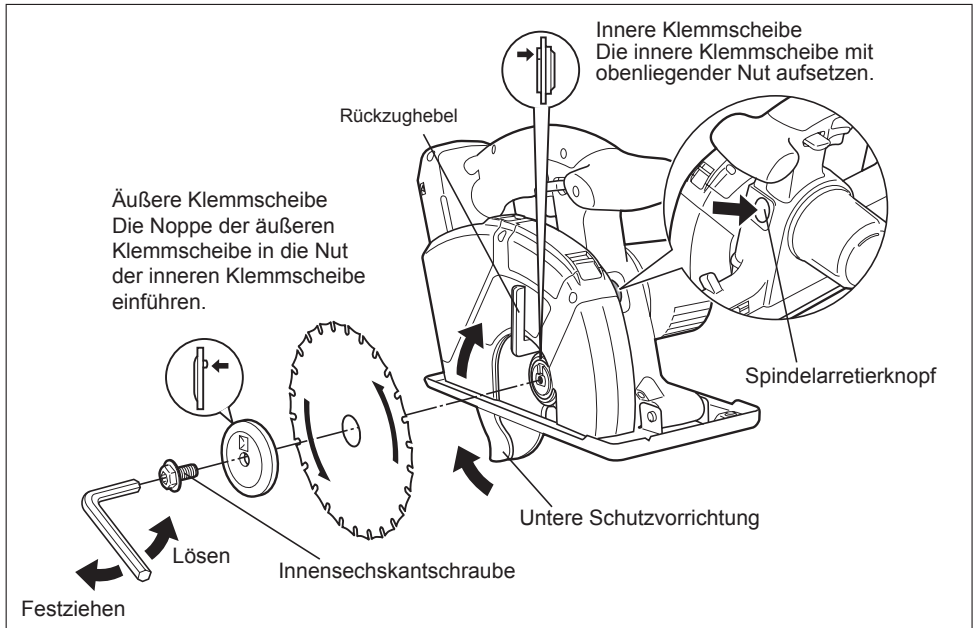

Fig.4
Darauf achten, dass die Imbusschraube korrekt festgezogen ist. [Fig.4]
4. Das Blatt entsprechend der obigen Darstellung anbringen. [Fig.4]